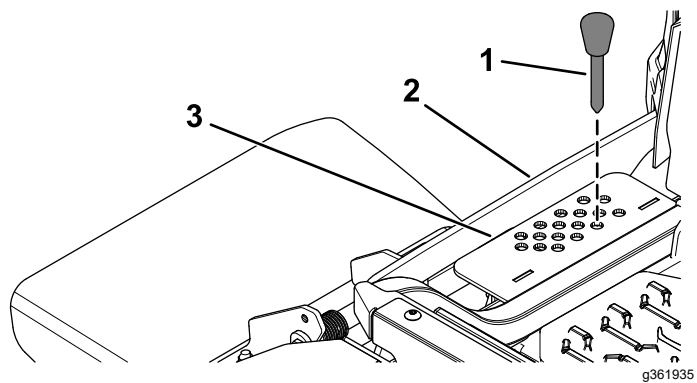

Figura 22
2. Nella staffa dell'altezza di taglio scegliete un foro corrispondente all'altezza richiesta, ed inserite la spina (Figura 22).
3. Premete in giù l'interruttore di sollevamento del piatto sinché il tirante dell'altezza di taglio non entra in contatto leggermente con il perno dell'altezza di taglio (Figura 22).